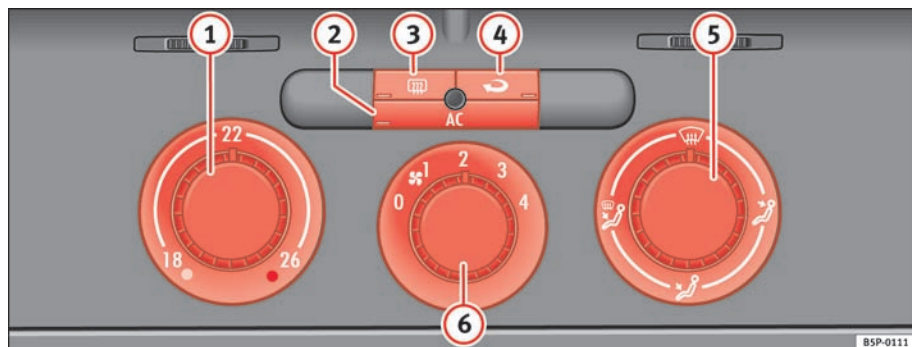

Fig. 123 På instrumentpanelet: betjeningselementer til Climatic
– Du kan indstille temperatur, luftfordeling og luftstrøm ved hjælp af kontakterne ⇒ fig. 123 ①, ⑤ og ⑥.
– Tryk på den pågældende knap ②, ③ eller ④ for at aktivere eller deaktivere en funktion. Når funktionen er aktiveret, er der lys nederst i hjørnet på knappen.
① Kontakt til temperaturregulering ⇒ side 149.
② **AC** – tilslutning/afbrydelse af varme-, ventilations- og aircondition-anlæg ⇒ side 149.
③ – elbegrude. Varmen afbrydes automatisk, ca. 20 min. efter den er tilsluttet. Den kan også afbrydes inden ved at trykke på knappen.
④ – til recirkulation ⇒ side 150.
⑤ Luftfordeling ⇒ side 149.
⑥ Blæserkontakt. Der er fire hastighedsindstillinger til luftstrømmen. Luftstrømmen bør altid indstilles til den laveste hastighed, når du kører langsomt.
- Tilslut airconditionanlægget ved hjælp af knappen ⇒ side 148, fig. 123.